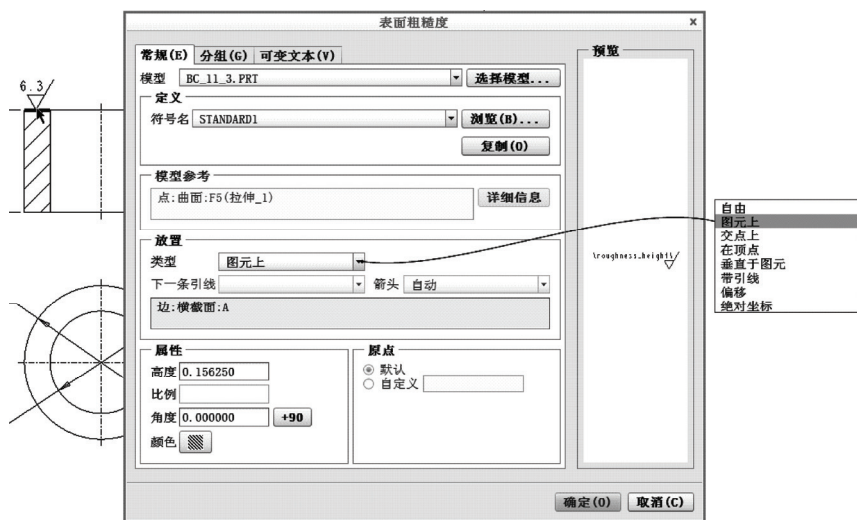

图 11-87 “表面粗糙度”对话框的“常规”选项卡
4) 在“表面粗糙度”对话框中切换至“常规”选项卡，从“放置”选项组的“类型”下拉列表框中选择一个类型选项，接着根据所选类型选项选择相应的放置参考对象以放置表面粗糙度。例如，从“类型”下拉列表框中选择“图元上”，接着在绘图视图中选择一条边来放置表面粗糙度，如图 11-87 所示。在“常规”选项卡中，还可以修改表面粗糙度的相关默认属性，包括高度、角度和颜色等。